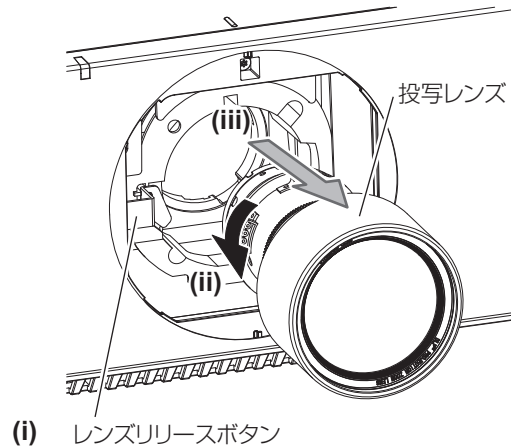

図2
- 2) レンズリリースボタンを押しながら反時計方向に投写レンズを回しきり、投写レンズを取り出す（図 2）
- 2) 時計方向に「カチッ」と音がするまで回す（図 2）